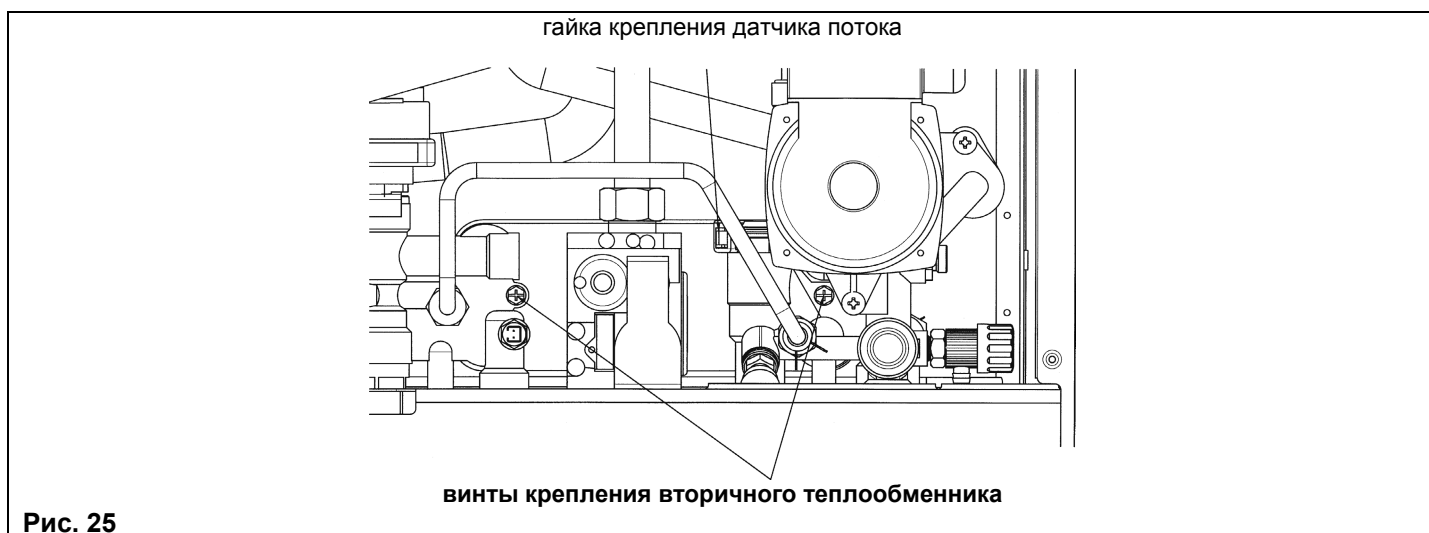

Рис. 25
- отвинтите два винта (прямо перед вами), крепящие теплообменник ГВС, и выньте его (рис.25).
- Отвинтите гайку на блоке датчика протока ГВС (рис.25).